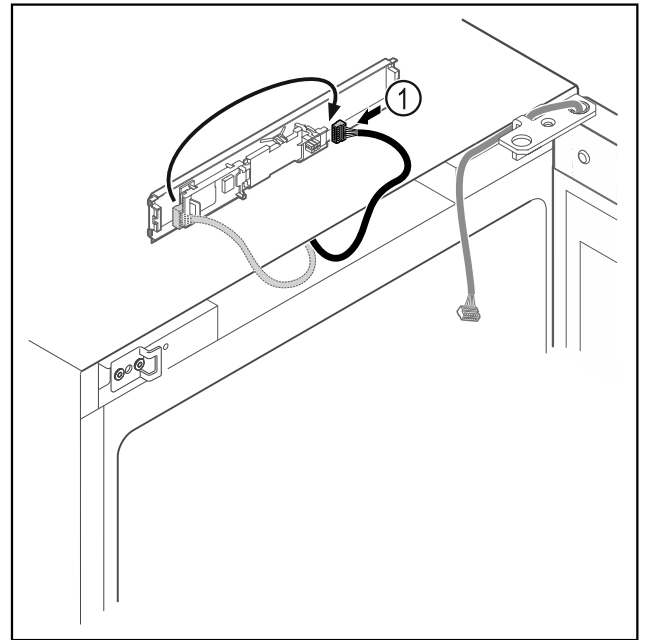

Fig. 21
- ▶ Stecker Fig. 21 (1) auf Platine umstecken.